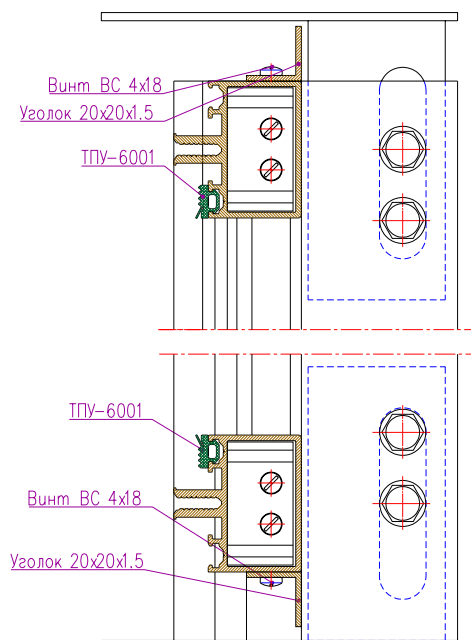

Рис.10-5 Крепление уголка 20x20x1,5 к ригелю
- На стойках установить уплотнитель ТПУ-6002 (рис.10-3), на ригелях ТПУ-6001 (рис.10-5);